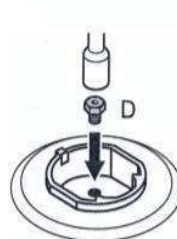

Figura 12.2
Instale el inyector (D) que desea convertir como se muestra en la Figura 12.2 (ver Tabla 1 al final de este manual).